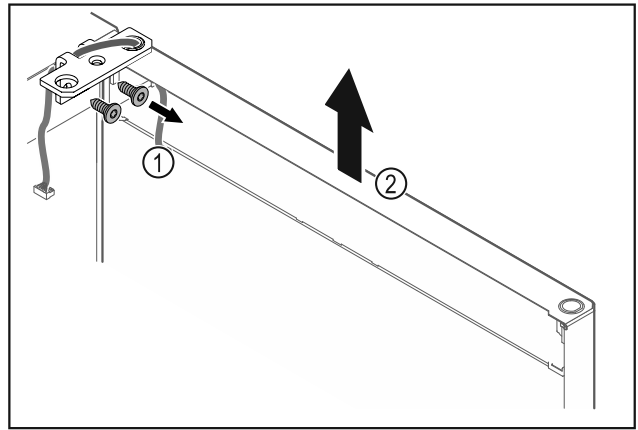

Fig. 24
- Ξεβιδώστε τη γωνία μεντεσέ Fig. 24 (1).
- Σηκώστε την πόρτα μαζί με τη γωνία μεντεσέ Fig. 24 (2) περίπου 200 mm ευθεία προς τα επάνω και αφαιρέστε τη.